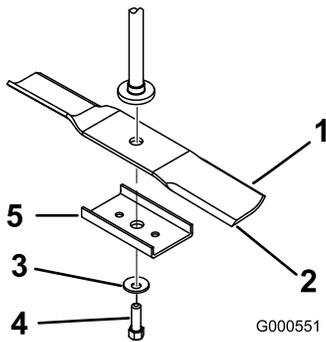

Figura 36
Sujete el extremo de la cuchilla usando un trapo o un guante grueso. Retire del eje el perno de la cuchilla, la arandela curva, el refuerzo de la cuchilla y la cuchilla (Figura 36).
1. Instale la cuchilla en el eje (Figura 36).
2. Instale el refuerzo de la cuchilla, la arandela curva (con la copa hacia la cuchilla) y el perno de la cuchilla (Figura 36).